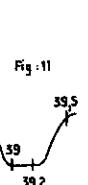

Fig. 12
- Visser 231 pour avoir un minimum à 40,8 MHz. (fig. 12)